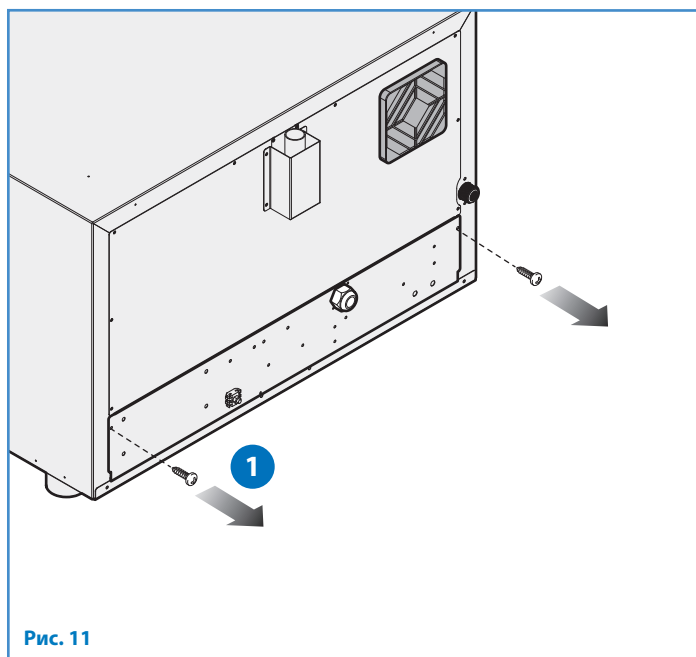

Рис. 11
- 1 Откройте заднюю крышку, отвинчивая фиксирующие ее винты (Рис. 11).